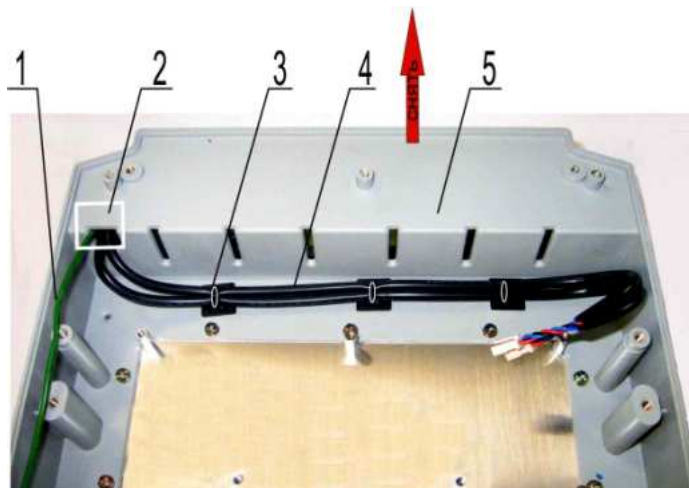

Рис. 6.11
6.7.4. Отрезать стяжки 3 в местах крепления жгута 4 к площадкам (рис. 6.11).